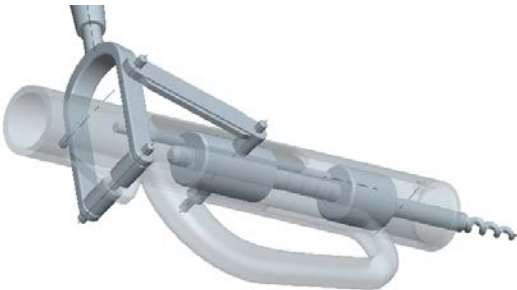

图 9.5.50 装配连杆 (connecting_rod)
Step20. 增加连接元件：将连杆 (connecting_rod) 连到驱动杆和活塞的侧轴上，如图 9.5.50 所示。